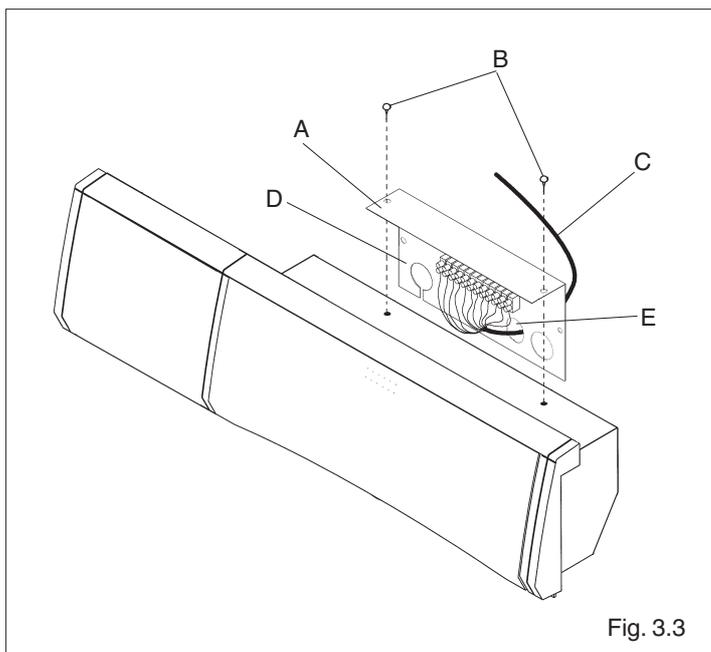

Fig. 3.3
- liberare il porta morsetteria (A) del pannello di comando del bollitore allentando e rimuovendo le viti di fissaggio (B) (fig. 3.3)
- collegare un cavo a 5 poli (C) (sez. minima 0,75 mm2 con doppio isolamento) alla morsetteria (D) del pannello di comando (fig. 3.3), curando di farlo passare dalla parte posteriore del bollitore e all'interno di uno dei passacavi (E) presenti sul porta morsetteria (A)